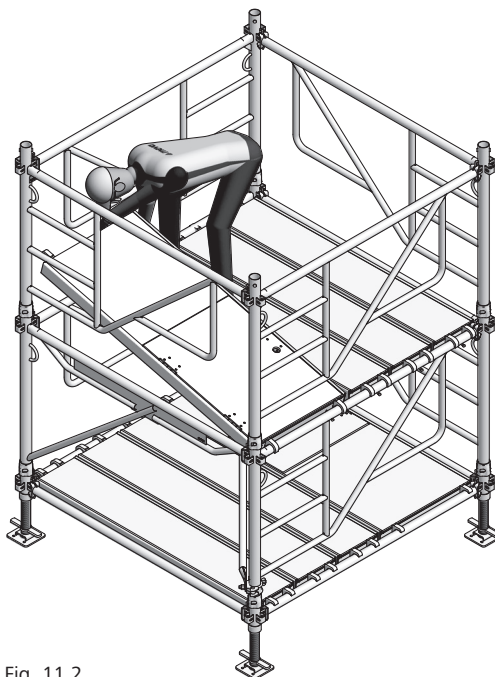

Fig. 11.2
13. Passer ensuite au niveau 1 pour poser le plateau 170/68 à trappe (Fig.11.2).